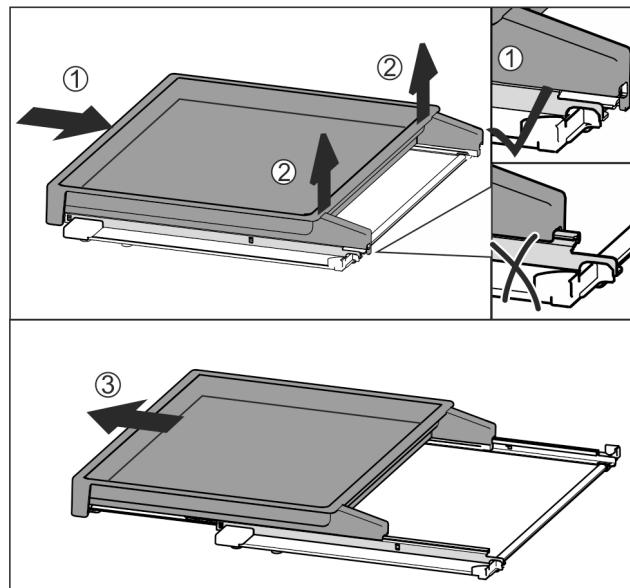

Fig. 32
- Vysouvací příhrádku zcela zasuňte Fig. 32 (1).
- Uvolněte západku na zadní straně Fig. 32 (2).
- Vysouvací příhrádku vyjměte směrem dopředu Fig. 32 (3).